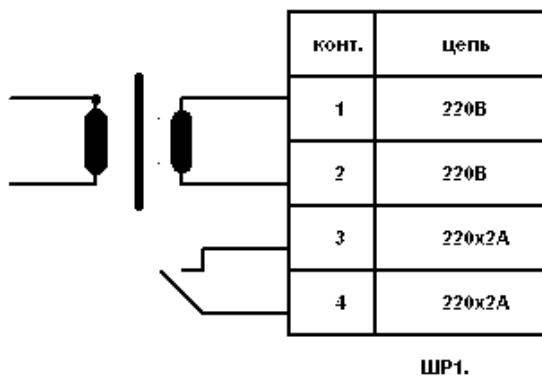

рис.3
3. Схема внешних подключений к разъему ШР1 дана на рис. 3